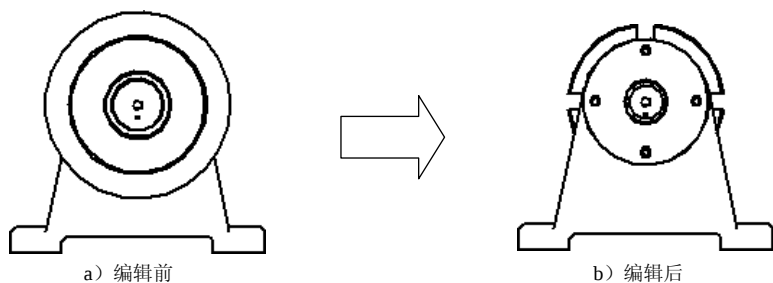

图 10.5.4 编辑左视图显示属性
(2) 在“高质量视图属性”对话框中 **零件明细表 (P)** 区域选中 **压板.par:2**、**带轮.par:1**、**平键2.par:1**，然后取消选中 **选定零件的显示** 区域中的 ☐ **显示 (S)** 复选框，单击 **确定** 按钮，单击 **图纸视图** 区域中的“更新”命令 ，结果如图 10.5.4 所示。